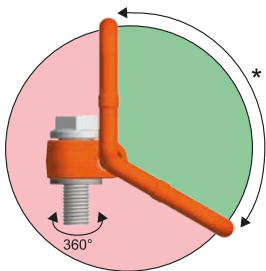

Bild 1: \*Erlaubter Anwendungsbereich (Ring darf die Last nicht berühren)
Tragfähigkeitstabelle in den angegebenen Zugrichtungen – siehe Bild 1.
- Belastung darf nur in der vorgegebenen Richtung (siehe Bild 1) mit der Tragfähigkeit lt. Tabelle erfolgen
- Zugrichtung nicht im vorgegebenen Bereich lt. Bild 1 liegt